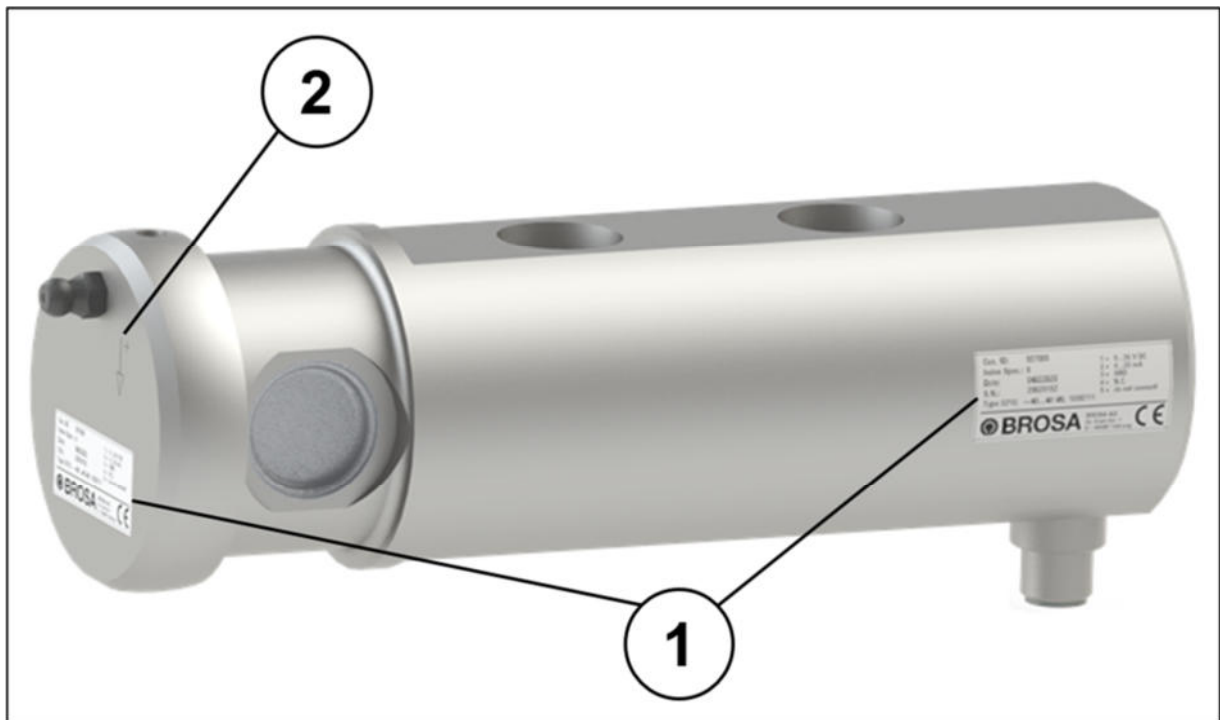

Bild 3: Position Typenschild, Messrichtung
Jeder BROSA Scherkraftaufnehmer ist mit einem Typenschild versehen (1), welches die für das jeweilige Exemplar geltenden Angaben enthält. Es ist auf einer der Außenflächen des Messkörpers oder des Anschlusssträgers angebracht (s. Bild 3).
Die Messrichtung wird stirnseitig durch ein Pfeilsymbol kenntlich gemacht (Bild 3, 2).